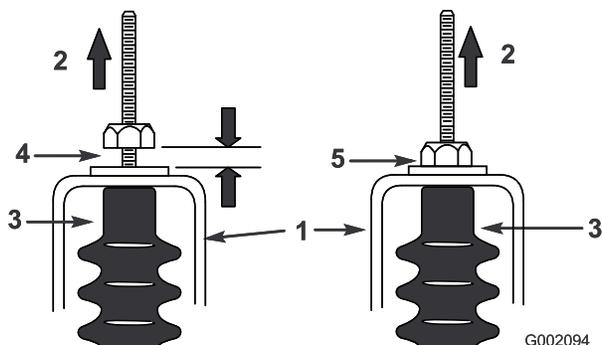

Bild 36
- Ziehen Sie an jedem Schaltzug, um sicherzustellen, dass zwischen der Mutter/Scheibe und der Leerlaufhalterung ein Abstand zwischen 0,076 und 0,15 cm besteht (Bild 36). Wenn kein Abstand besteht, stellen Sie die Muttern ein, um einen Abstand zwischen 0,076 und 0,15 cm zu erreichen.